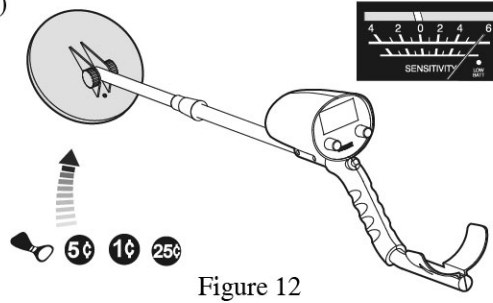

Figure 12
- Approchez le disque de détection d'autres objets métalliques non ferreux, l'aiguille du vumètre dévie vers la droite et la tonalité devient plus forte. (Figure 12)